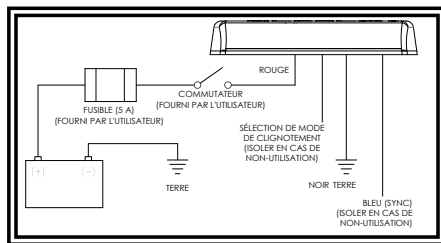

Figure 6
5. Reliez les câbles d'alimentation comme indiqué dans la section sur le câblage (voir Figure 6).
Le câblage de la mini-barre à montage définitif est tel qu'indiqué à la figure 6. Tout le câblage doit être d'au moins 18 AWG. La ligne positive doit disposer d'un fusible 5 ampères, tel que décrit. Il est possible d'employer un interrupteur pour contrôler la fonction d'allumage et d'arrêt.